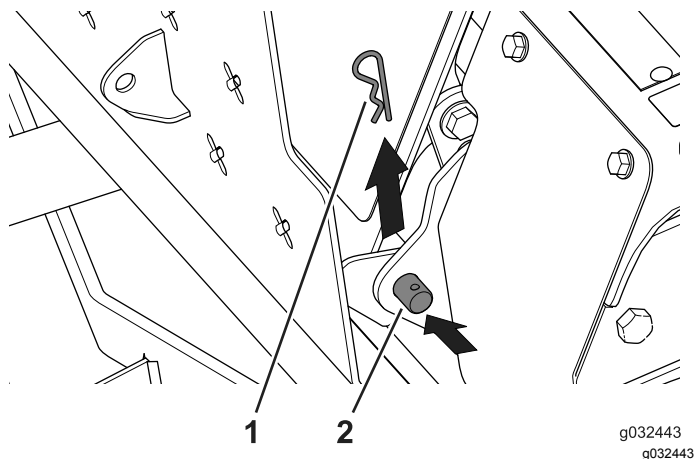

Figura 51
3. Retire os 2 pernos de gancho dos pinos da articulação que ligam a plataforma do operador ao suporte da articulação (Figura 51).
4. Peça a um assistente para o ajudar a retirar os pinos da articulação e a plataforma do operador (Figura 51).